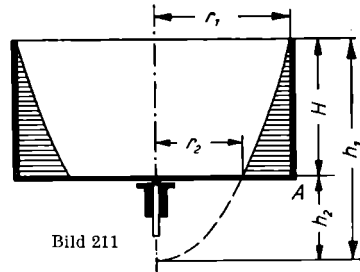

Bild 211
26. II. Wie stellt sich das Wasser in einem rotierenden Gefäß (Bild 211) ein, dessen Durchmesser $d = 0,4$ m, dessen Höhe $H = 0,2$ m und dessen Drehzahl $n = 120$ U/min ist? a) r_2 , b) statischer Druck am Punkte A?